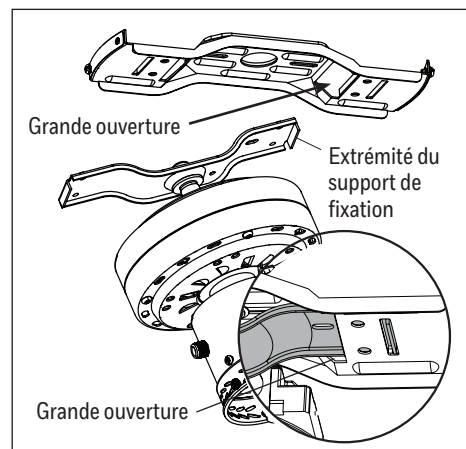

Figure 2.3
3. Insérez l'une des extrémités du support inférieur dans l'une des grandes ouvertures du support de fixation supérieur. Glissez ensuite l'autre extrémité du support de fixation inférieur dans l'autre grande ouverture du support de fixation supérieur de façon à ce que les quatre trous s'alignent (Figure 2.3).